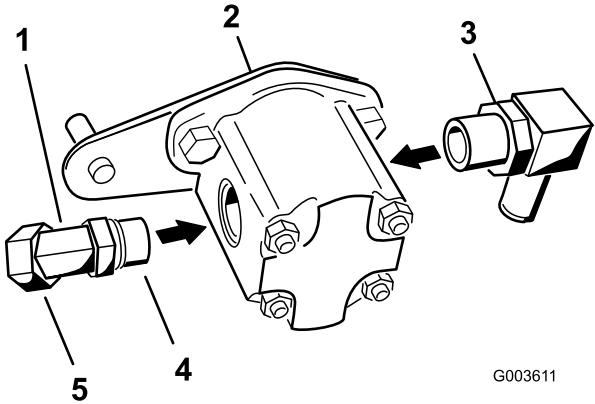

Figura 18
- 2. Instale el codo de 45 grados en el lateral de la bomba hidráulica (Figura 18).